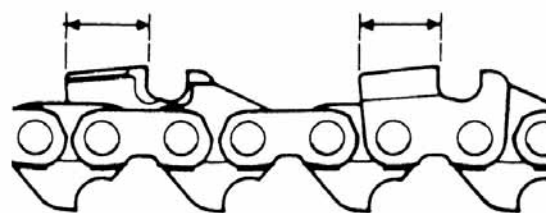

Fig. 4-6
- 5) Hold alle skær i samme længde. (Fig. 4-6)